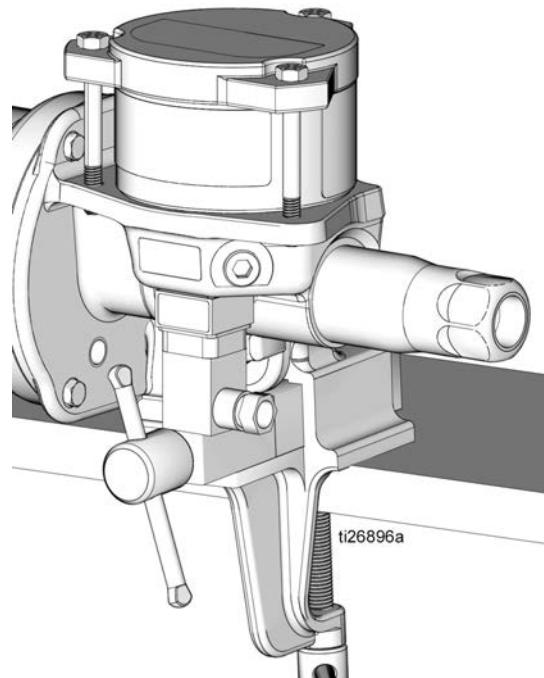

图 11
8. 在老虎钳中夹紧泵底座，如 图 11 所示。使用软夹老虎钳或将布放入老虎钳卡爪中，保护泵底座的表面。